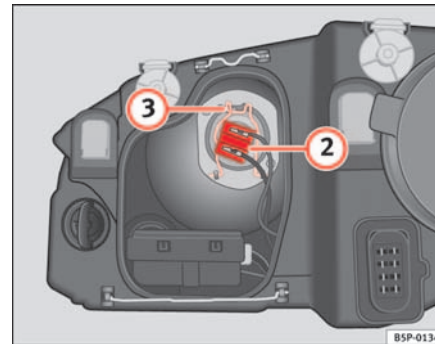

Abb. 183 Abblendlicht
- Ziehen Sie den Stecker ⇒ Seite 261, Abb. 183 ② von der Lampe ab.
- Die Haltefeder ⇒ Seite 261, Abb. 183 ③ durch Eindrücken und Rechtsdrehung abnehmen.